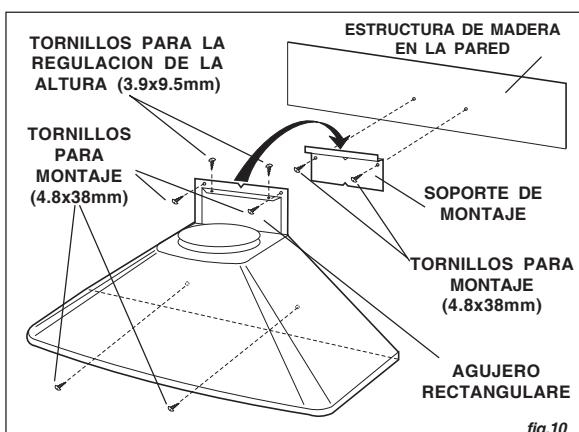

fig.10
3. Alinee la abertura rectangular de la parte posterior de la campana con el soporte de montaje de la pared. Baje suavemente la campana hasta que encaje correctamente en el soporte. Fig.10
Los **tornillos para la regulación de la altura** permiten un ajuste en vertical. Sujete la campana con **tornillos para montaje** (4.8x38mm). Use escarpas si no dispone de tacos o de la estructura de soporte en madera. Asegúrela con (2) tornillos (4.8x38mm) de montaje. Si no dispone de tachones de pared ni de marcos, utilice los soportes de muro de mampostería sin mortero suministrados. Fig.10